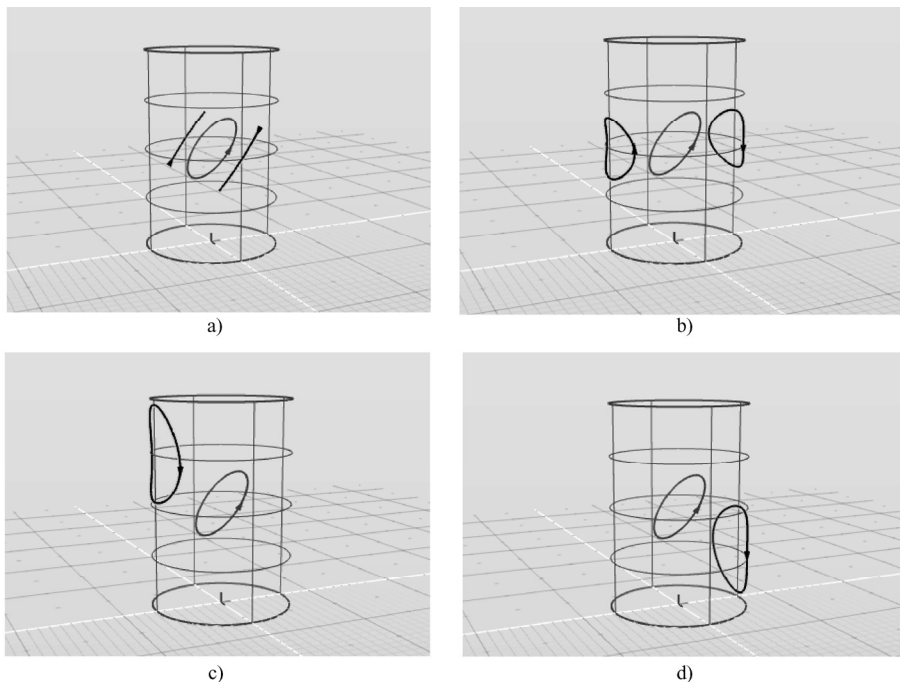

图 3-101 尝试设置不同的曲线投影方向
3) 尝试在控制面板中设置不同的投影方向，如图 3-101 所示。